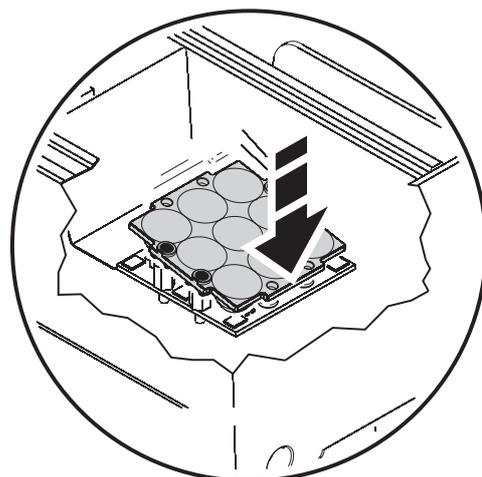

Bild 5: Entfernen der Linsengruppe
5. Siehe Bild 5: Die Linsengruppe wird magnetisch gehalten. Drücken Sie auf eine Seite der Gruppe und heben Sie die Linsen heraus. Bewahren Sie die Linsengruppe für die spätere Verwendung auf. Montieren Sie die Linsen, indem Sie sie auf die magnetischen Halter legen. Prüfen Sie den sicheren Sitz.